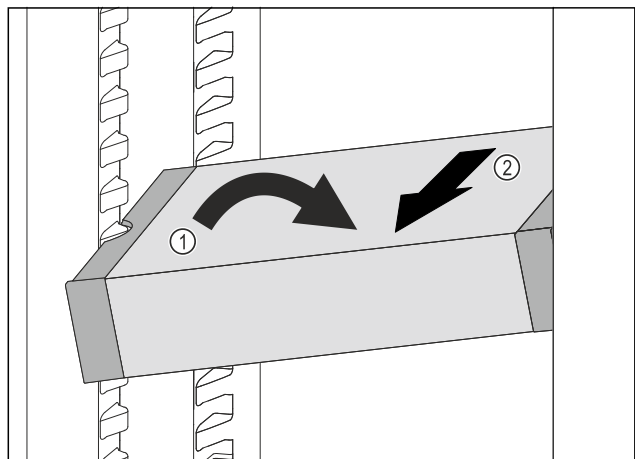

Fig. 189
- Incliner le VarioSafe dans la partie réfrigérateur. Fig. 189 (1)
- Sortir le tiroir VarioSafe par l'avant. Fig. 189 (2)